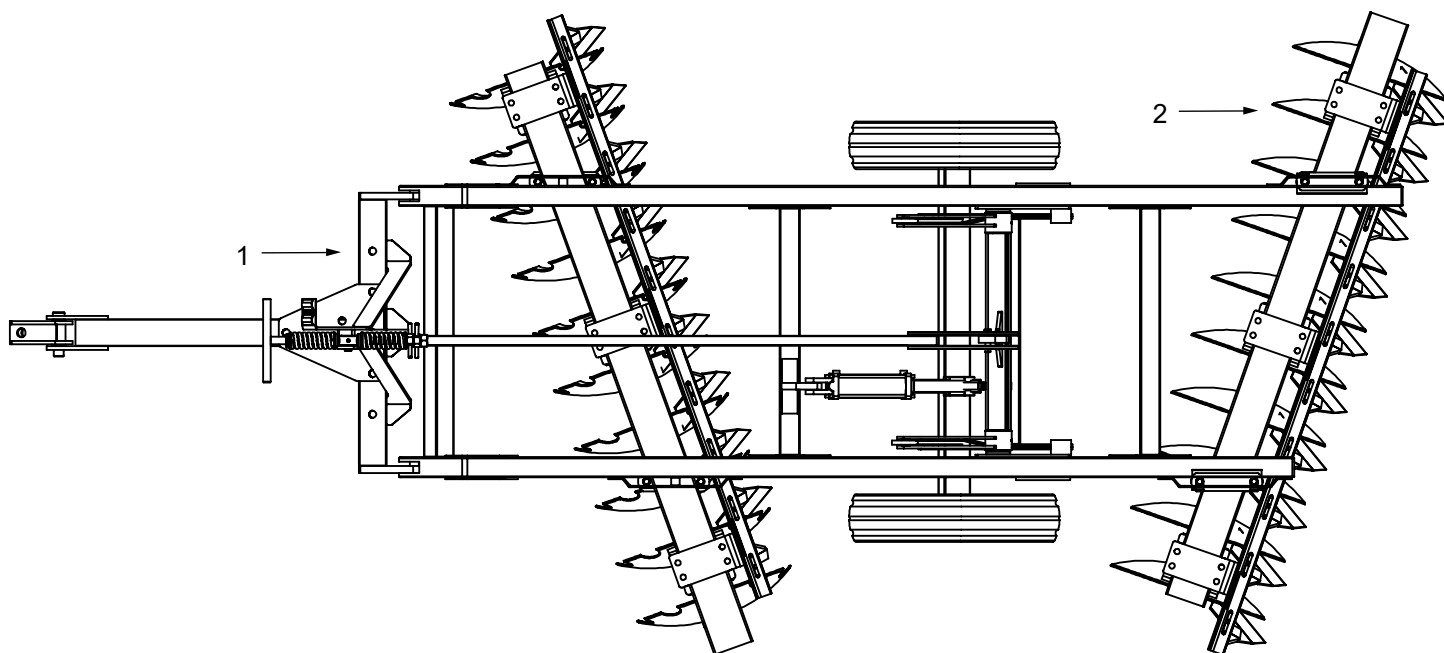

Imagen 2.3 - Sección de discos centrada con respecto al chasis
1. Ubique la sección de discos trasera final sobre el ensamble del chasis final con la **suspensión extendida**, centrándolo sobre el chasis, tal como se indica en la imagen 2.3.